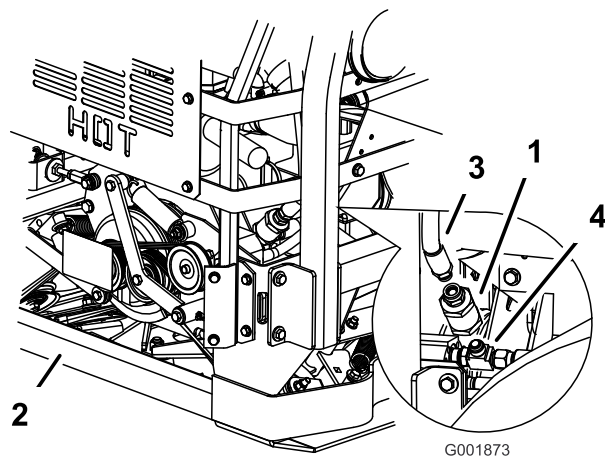

Figura 73
1. Coloque un recipiente debajo del filtro y retire el manguito hidráulico del filtro (Figura 73).
2. Retire el filtro hidráulico del ventilador de refrigeración del acoplamiento en T de la parte inferior del filtro (Figura 73).
3. Instale el filtro conectando la parte inferior al acoplamiento en T y conectando el manguito hidráulico a la parte superior (Figura 73).